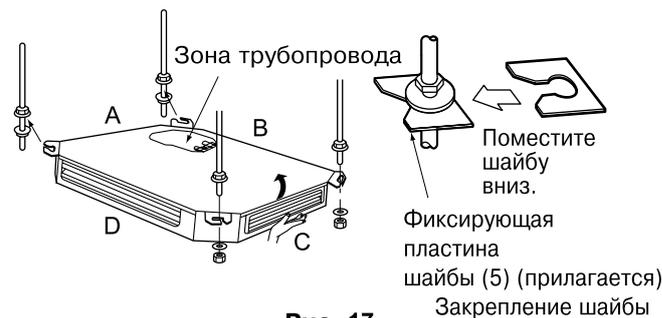

Рис. 17
- Для предотвращения выпадения шайб пользуйтесь фиксаторными пластинами шайб (5). Снимите блок с подвесных кронштейнов на стороне А и установите нижние шайбы и гайки на подвесные болты на данной стороне. (См. рис. 17)